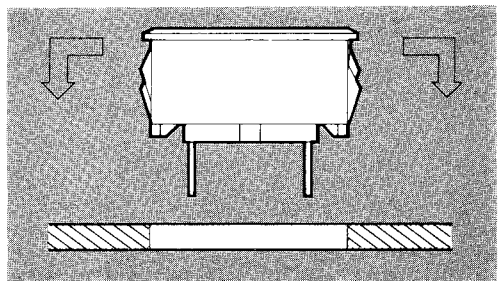

FIGURE 2 – Introduction de l'ensemble monté dans la fenêtre
3. En appuyant sur la face lumineuse, introduire l'ensemble dans la fenêtre, par la face avant du panneau (Figure 2).